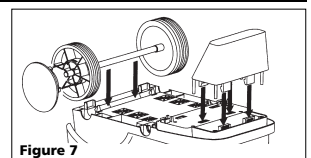

Figure 7
6. Glisser les roues à l'écart et taper l'arbre en place sur le dessous du corps (Figure 7).
8. Fixer le pied à l'avant du corps du pulvérisateur de lavage (Figure 7).